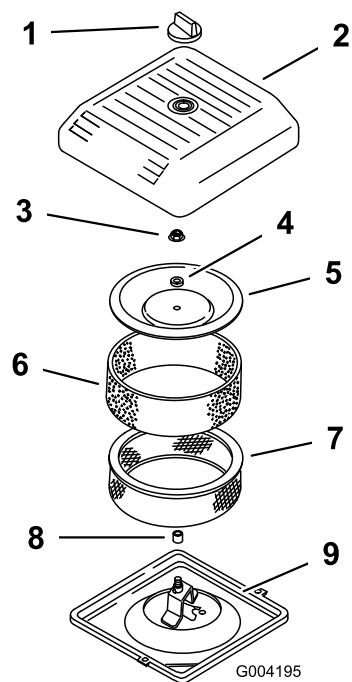

Рисунок 41
3. Отверните ручку и снимите крышку воздухоочистителя (Рисунок 41).
4. Осторожно снимите фильтр предварительной очистки из пеноматериала с бумажного элемента (Рисунок 41).
5. Выверните гайку крышки и снимите крышку, проставку и фильтр с бумажным фильтрующим элементом (Рисунок 41).
2. Установите узел воздухоочистителя на его основание (Рисунок 41).
3. Установите крышку, проставку и закрепите их гайкой крышки (Рисунок 41). Затяните гайку с моментом 11 Н·м.
4. Установите крышку воздухоочистителя и закрепите ручкой (Рисунок 41).